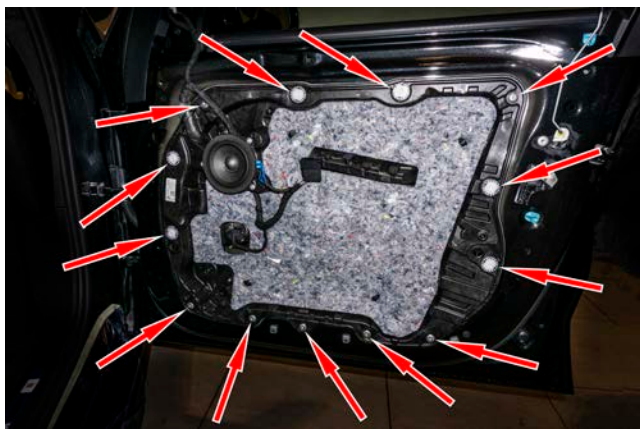

Рисунок 9 – Расположение винтов и клипс крепления
6. Открутить семь винтов «★Торх 30» → повернуть шесть клипс крепления на 90° → отсоединить разъем от динамика (рис. 9).